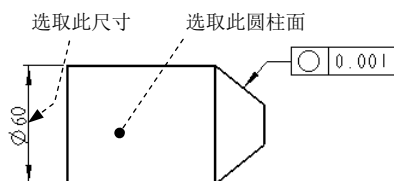

图 5.6.15 定义公差参照 (二)
Step3. 定义公差参照。在 **参考** 区域的 **类型** 下拉列表中选择 **曲面** 选项, 单击 **选择图元...** 按钮, 选取图 5.6.15 所示的曲面为公差参照。
(1) 在对话框中 **放置** 区域的 **类型** 下拉列表中选择 **尺寸** 选项。
(2) 在系统 **选择将要连接该公差的尺寸** 的提示下, 选取图 5.6.15 所示的尺寸, 系统自动生成圆柱度的标注。